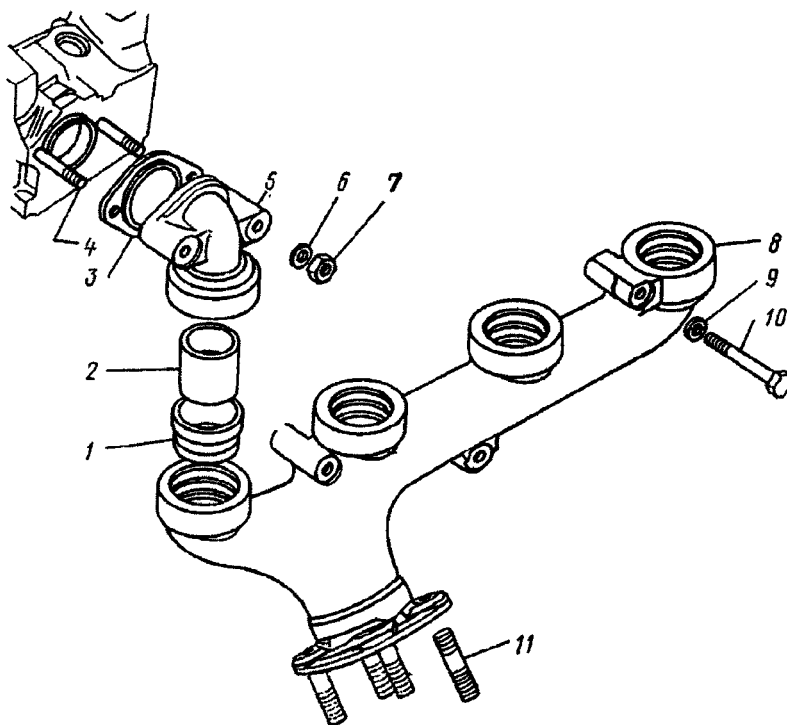

Рис. 26. Коллектор выпускной:
4. Отверните гайки 7 (рис. 26) крепления патрубков 5 правого коллектора 8, снимите тарельчатые шайбы 6	Накидной ключ 17 мм
14. Установите в выпускные коллекторы 8 (см. рис. 26) соединительные втулки 1 и втулки 2 патрубков	—